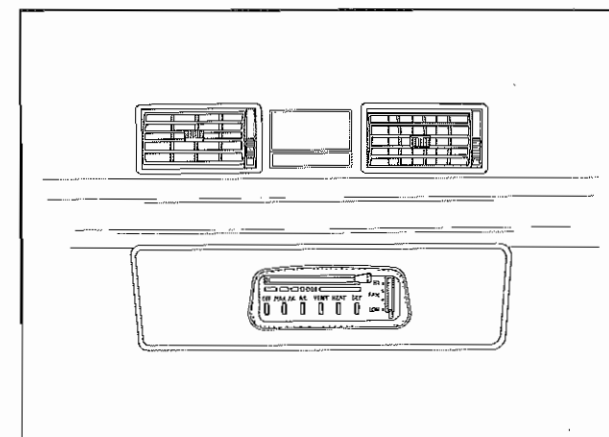

Fig. 5 - Pannello comando riscaldamento
- 1) Ruotare completamente in senso antiorario la manopola comando riscaldamento (**Fig. 5**).
- 1) Rotate completely anti-clockwise direction the grip of the heating control (**Fig. 5**).